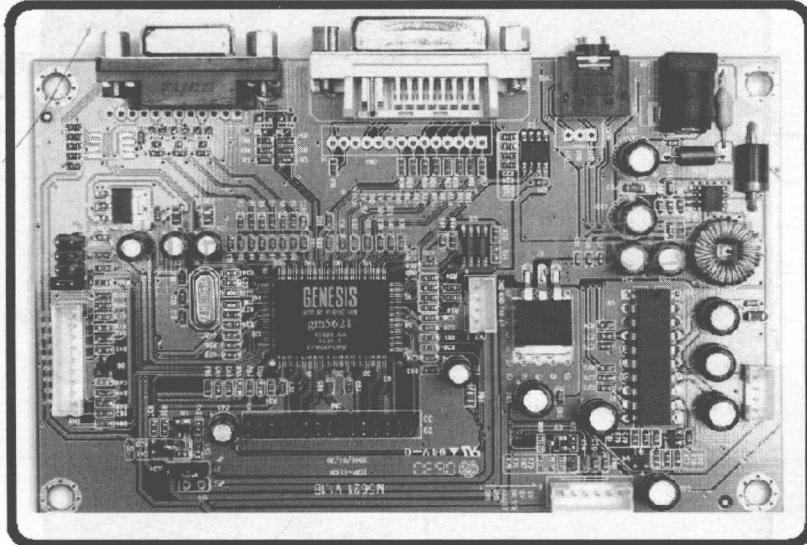

图 1-1-19 驱动板实物图
(3) 驱动板。也称主控板，主要用于接收、处理从外部送进来的模拟或数字图像信号，并通过屏线送出驱动信号，控制液晶面板工作。其实物如图 1-1-19 所示。